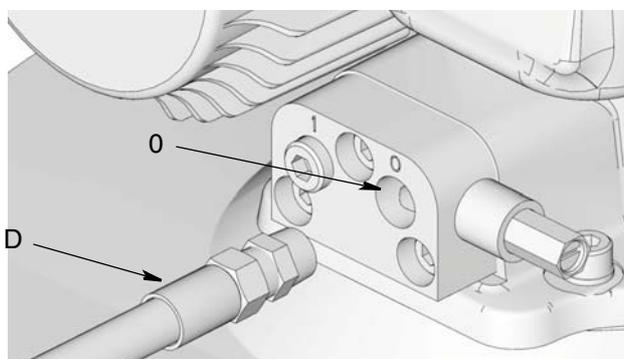

Рис. 71: Выпускной патрубок для смазочного материала
- Подсоедините таймер / контроллер (F) (предоставляется пользователем, если используется).
- Подсоедините линию подачи смазки под высоким давлением (D) к выпускному патрубку для смазочного материала (O) (Рис. 71) на воздуховыпускном клапане или коллекторе.